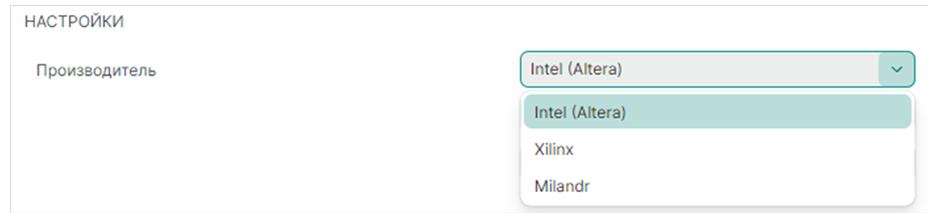

Рис. 115 Выбор производителя микросхемы ПЛИС
- «Производитель» – выбор производителя микросхемы ПЛИС, в которую будет записан проект, см. Рис. 115.